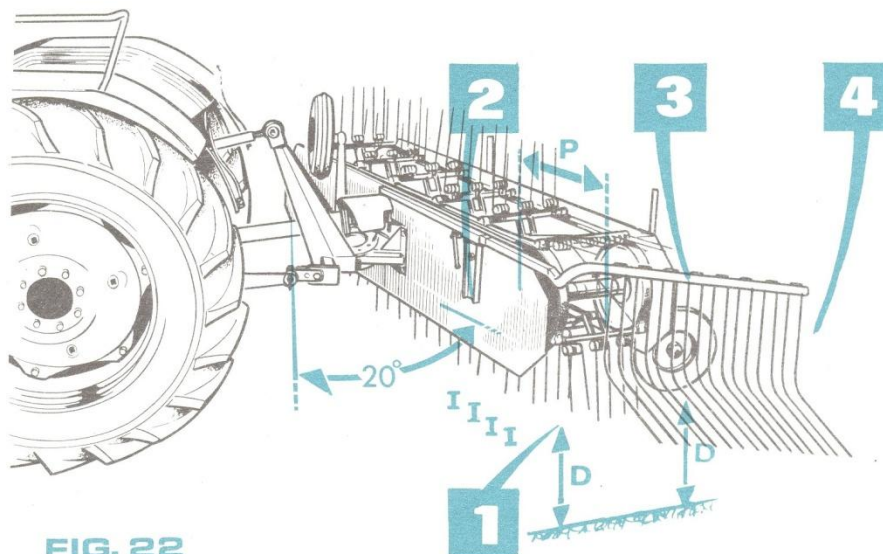

FIG. 22
Pour rassembler le fourrage en andains avec le rateau faneur L 15, les réglages appropriés sont les suivants (fig. 22) :
inclinaison du virandain dans le sens longitudinal (voir p. 12) : l'inclinaison doit être nulle. En d'autres termes les deux roues arrière sont réglées de telle sorte que toutes les dents travaillantes (I, fig. 22) affleurent le sol.
inclinaison du virandain dans le sens transversal (voir p. 12) : le virandain est parallèle au sol. La distance (D fig. 22) entre le bord inférieur (rep. 1) et le sol doit être la même pour les flasques protecteurs avant (rep. 2) et arrière (rep. 3). Le peigne andaineur (rep. 4) se monte à une distance (P) d'autant plus grande du rateau que la quantité de foin est plus importante. La vitesse de déplacement du tracteur ne doit pas dépasser 8 km/h.